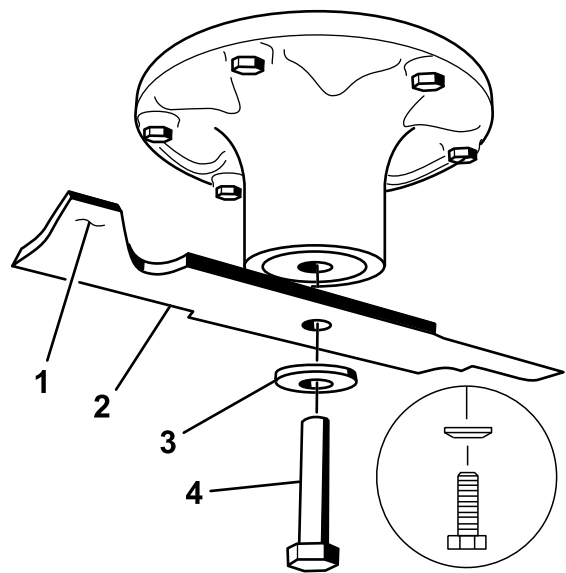
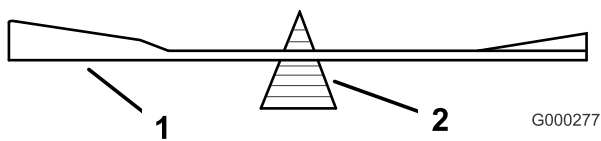

Figure 61
Figure 63
Tenez la lame à son extrémité avec un chiffon ou un gant épais. Enlevez de l'axe, le boulon, la rondelle bombée et la lame (Figure 61).
2. Vérifiez l'équilibre de la lame en la plaçant sur un équilibreur (Figure 63). Si la lame reste horizontale, elle est équilibrée et peut être utilisée. Si la lame est déséquilibrée, limez un peu l'extrémité de la partie relevée seulement (Figure 61). Répétez la procédure jusqu'à ce que la lame soit équilibrée.
1. Placez la lame sur l'axe (Figure 61).
2. Installez la rondelle élastique et le boulon de la lame. Le cône de la rondelle élastique doit être dirigé vers la tête du boulon (Figure 61). Serrez le boulon de lame à un couple de 135 à 150 Nm.